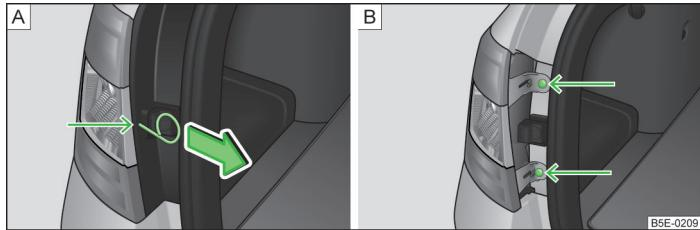

Fig. 233 Desmontar la cubierta / lámpara
- Meta el estribo para sacar los tapacubos integrales » página 247, *Equipo de herramientas a bordo* en el orificio del lugar indicado con la flecha » fig. 233 - [A].
- Retire la cubierta en el sentido de la flecha » fig. 233 - [A].
- Desenrosque la lámpara con la llave del equipo de herramientas a bordo » fig. 233 - [B].